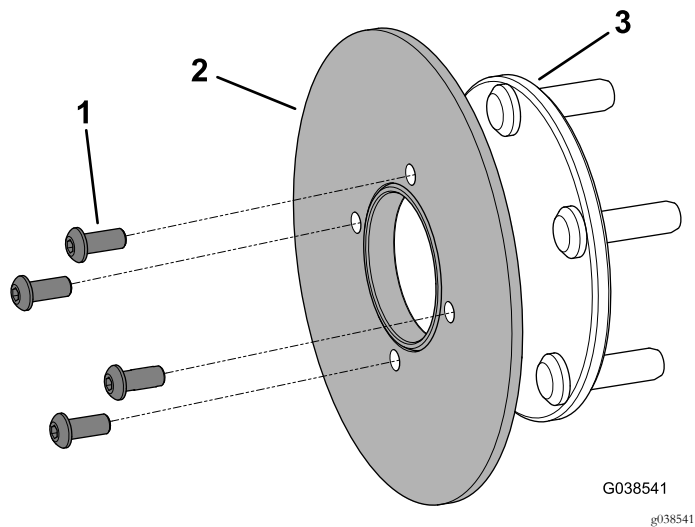

Figur 6
6. Fjern støvhetten, hårnålssplinten, mutterholderen og låsemutteren, og fjern navet og rotoren fra spindelen (Figur 6).
- A. Stram låsemutteren mens du dreier navet for å sette lagrene på plass, og stram låsemutteren til 16–20 N·m som vist i Figur 6.
- B. Løsne låsemutteren til den ikke lenger har kontakt med skiven med tapp og navet, og stram låsemutteren til 169–226 Ncm mens du roterer navet (Figur 6).
- C. Monter mutterholderen over låsemutteren, påse at hullet for hårnålssplinten er synlig, og monter hårnålssplinten (Figur 6).
- D. Sett på støvhetten (Figur 6).